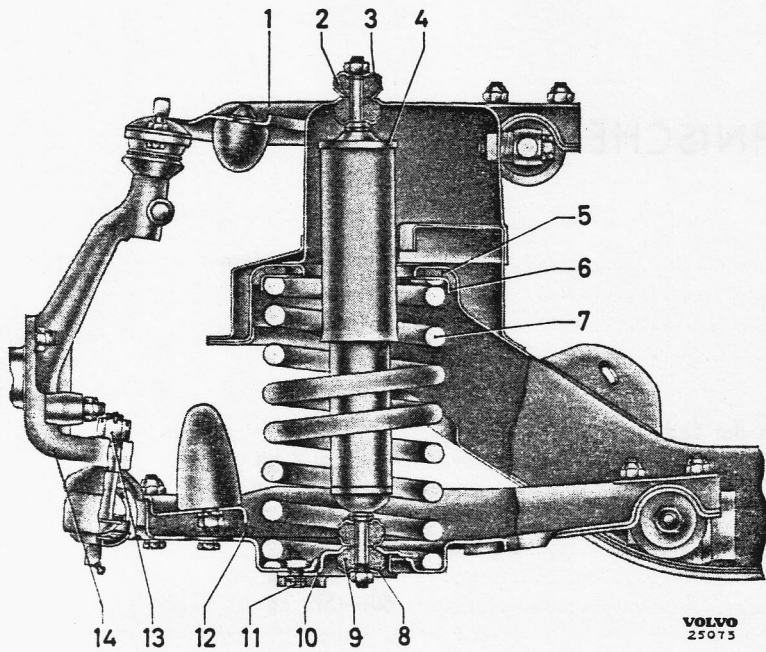

Bild 9-6. Vorderfeder und Stossdämpfer
Feder vor dem Einbau messen. Feder völlig zusammenpressen und die Länge entsprechend den Belastungen in den Techn. Daten messen. Schwache oder schadhafte Federn erneuern. Gummizwischenstück (5, Bild 9-6) prüfen.
Gummizwischenstück (5, Bild 9-6) und Federsitz (6) im Federgehäuse vom Vorderachsquerträger an ihren Platz bringen. Den Einbau der Vorderfeder in umgekehrter Reihenfolge wie den Ausbau vornehmen.
3. Sechskantschraube (4) für Befestigungsplatte (3) im unteren Schwingarm abdrehen und Befestigungsplatte und Stossdämpfer herausziehen.
4. Der Einbau erfolgt in der entgegengesetzten Reihenfolge des Ausbaues. Scheiben und Befestigungsplatte, wie in Bild 9-6 gezeigt, montieren. Mutter anziehen, bis 3 mm des Befestigungs-Gewindes aus der Mutter herausstehen.